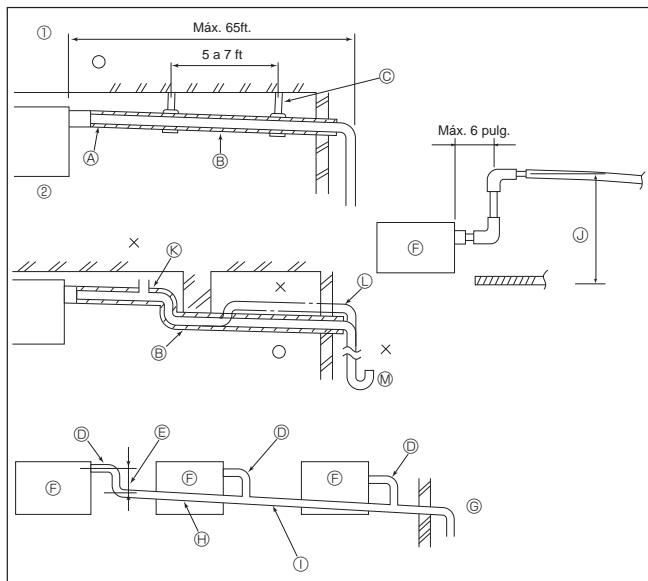

Fig. 5-5
5.4. Tubería de drenaje (Fig. 5-5)
- ① Tubería correcta
- ② Tubería incorrecta
- ③ Metal de soporte
- ④ Expulsador de aire